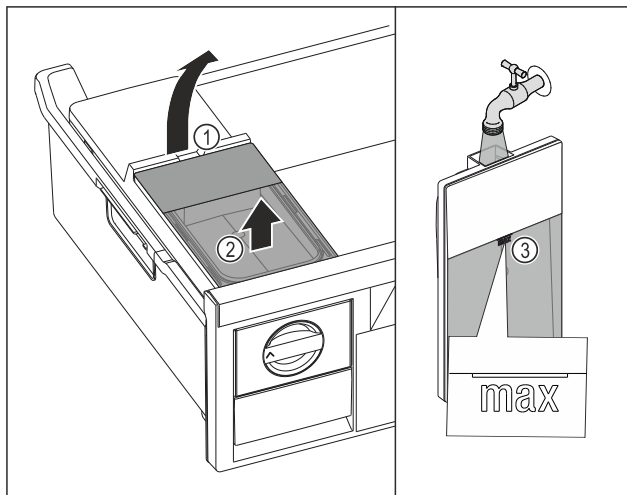

Fig. 129
- ▶ Watertank aan de uitsparing Fig. 129 (1) optillen.
- ▶ Watertank naar boven toe verwijderen. Fig. 129 (2)
- ▶ Watertank tot de markering Fig. 129 (3) vullen met drinkwater.